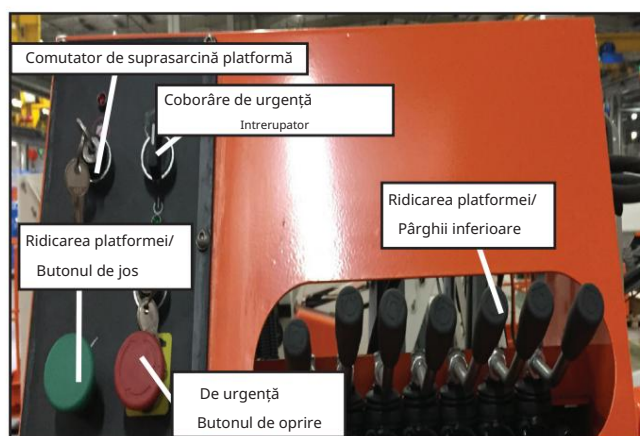

Figura 13 – Comenzi superioare
4. Din comenzile superioare, răsuciți și trageți butonul de oprire de urgență spre exterior (consultați Figura 13).
Într-o situație în care surplusul de sarcină nu poate fi îndepărtat imediat, atunci comutatorul de suprasarcină a platformei (consultați Figura 13) poate fi utilizat pentru a muta platforma într-o poziție sigură, astfel încât surplusul de sarcină să poată fi îndepărtat în siguranță.